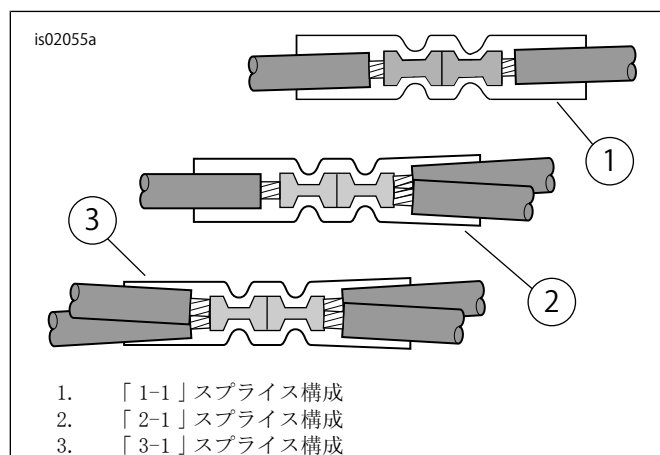

図7. スプライスの構成
- 「図22」を参照してください。キットからシールドスプライスコネクター(3)を取り出します。「図7」の「2-1」スプライス構成を参照してください。サービスマニュアル付録の説明に従い、ヒートッドハンドグリップワイヤーハーネス電源リードをメインハーネスのオレンジ/白色配線に接合します。
- 「図22」を参照してください。キットからシールドスプライスコネクター(3)を取り出します。「図7」の「1-1」スプライス構成を参照してください。サービスマニュアル付録の説明に従い、ヒートッドハンドグリップワイヤーハーネス電源リードをアダプターのワイヤーに接合します。
- 「図22」を参照してください。キットからシールドスプライスコネクター(3)を取り出します。「図7」の「2-1」スプライス構成を参照してください。サービスマニュアル付録の説明に従い、ヒートッドハンドグリップワイヤーハーネス電源リードを切断されたオレンジ/白色配線に接合します。
6. 「図22」を参照してください。キットからシールドスプラインコネクタ(3)を取り出します。「図7」の「1-1」スプライン構成を参照してください。サービスマニュアル付録の説明に従い、ヒーターハンドグリップワイヤーハーネス電源リードをアダプターのワイヤーに接合します。
3. 「図22」を参照してください。キットからシールドスプラインコネクタ(3)を取り出します。「図7」の「2-1」スプライン構成を参照してください。サービスマニュアル付録の説明に従い、ヒーターハンドグリップワイヤーハーネス電源リードをメインハーネスのオレンジ/白色配線に接合します。
3. 「図22」を参照してください。キットからシールドスプライスコネクター(3)を取り出します。「図7」の「2-1」スプライス構成を参照してください。サービスマニュアル付録の説明に従い、ヒーテッドハンドグリップワイヤーハーネス電源リードをメインハーネスのオレンジ/白色配線に接合します。